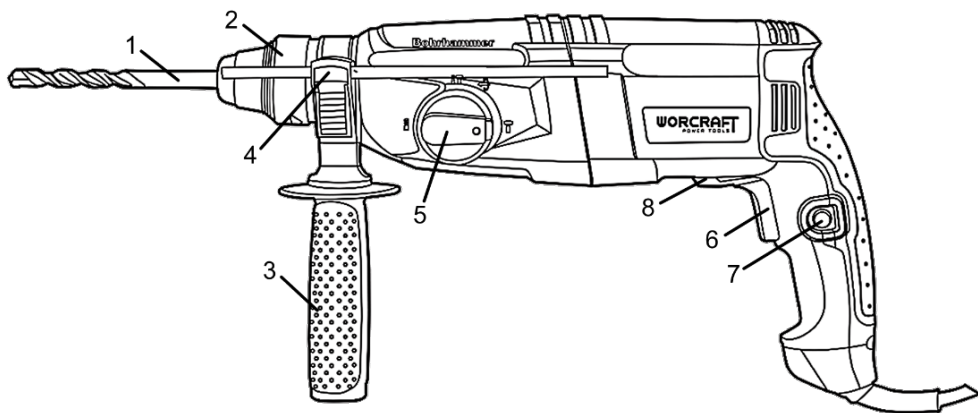

Рисунок 1
- встановити перемикач (5, рисунок 1) у положення  (в цьому положенні перемикач не фіксується);
- встановити перемикач (5, рисунок 1) у положення  (ударний режим). У цьому положенні відбувається фіксація орієнтації довбального інструмента.
4.1 Виберіть необхідний режим роботи виробу за допомогою перемикача (5, рисунок 1) (дивіться таблицю 1). За необхідності використання виробу в режимі свердління встановіть швидкозатискний свердлильний патрон через адаптер (продаються окремо!) в патрон SDS-plus.
4.2 Для увімкнення виробу натисніть на пускову кнопку (6, рисунок 1) з необхідним зусиллям для відповідної частоти обертання патрона. Для вимкнення виробу достатньо відпустити пускову кнопку.